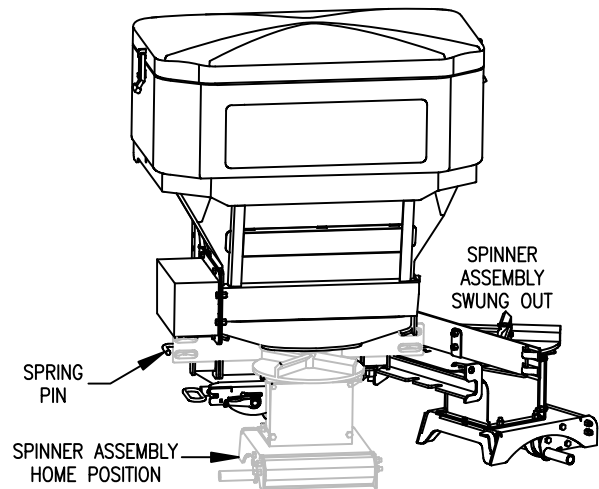

Bild 15. Schwing Mechanismus G10605
3. Drehen Sie die Streuteller Einheit gegen den Uhrzeigersinn unter dem Streubehälter heraus, siehe Bild 15.
5. Um den Streuer wieder regulär zu benutzen, drehen Sie den Streuteller wieder in die Ausgangsposition zurück, siehe Bild 15.